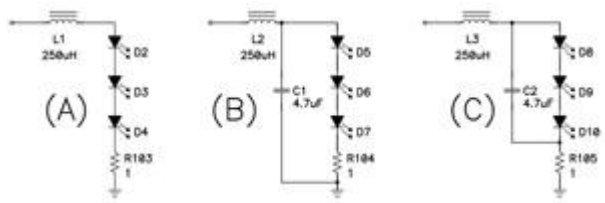
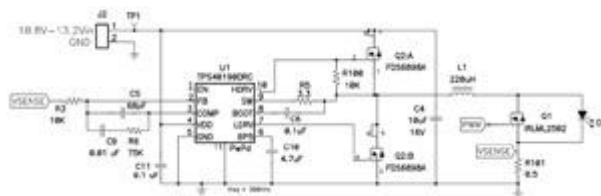
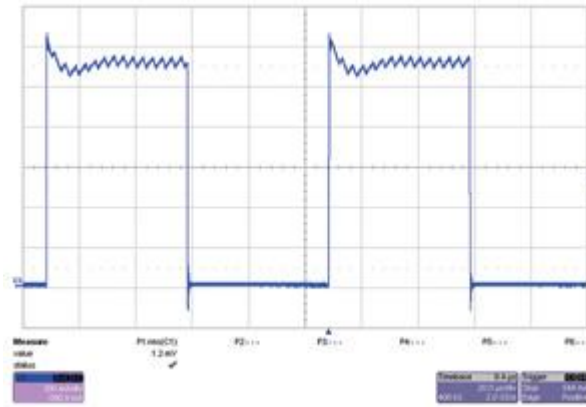

图 9 三种不同的输出滤波架构
图 11 利用 Q1 对 LED 电流进行脉冲宽度调变
图 12 PWM 技术提供  $1\mu\text{s}$  以内的 LED 切换速度
LED 电源供应的电流回路设计要比传统电源供应的电压回路简单。电流回路的复杂性是由输出滤波架构决定的。图 9 就是三种常见架构，分别是单纯的电感滤波器 (A)、典型的电源供应滤波器 (B) 和改良型滤波器设计 (C)。
电流波形脉冲宽度调变（PWM）虽然提供更精确的亮度调整，但响应速度要特别注意，如照明和显示器应用就必须让 PWM 速度超过 100Hz，否则看起来会有闪烁的感觉。假设 PWM 频率为 100Hz，那么 10% 的脉冲宽度就已进入毫秒范围，是故电源供应必须提供 10kHz 以上的带宽。图 9 中的 A 和 C 简单回路都能轻易达到此要求。图 11 是包含 PWM 调光功能的降压转换功率级电路，会不停接通和切断 LED 与电路的联机。这种架构让控制回路永远处于工作状态，故能提供非常快速的瞬时响应（见图 12）。